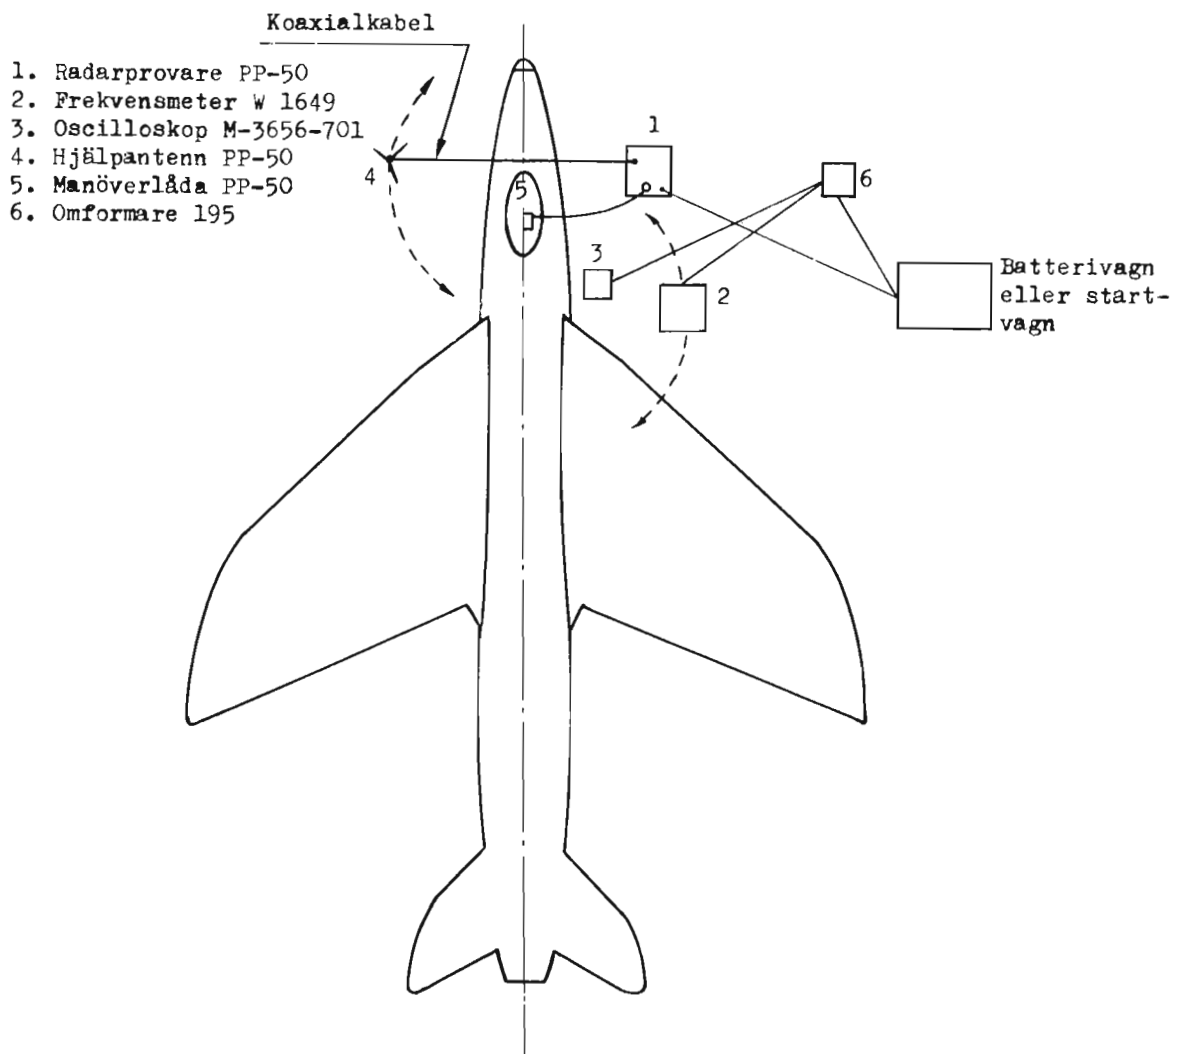

Bild 72. Provutrustningarnas placering
Skruva loss manöverlådan ur förarkabinen, och anslut denna med särskild skarvkabel (1,75 m) till kopplingslådans skarvdon märkt vit i apparatrummet. Starta PN-50 och låt den värmas upp minst 10 minuter innan frekvenstrimning av mottagaren utförs. Kontrollera att spänningsmatningen till flygplanet och PP-50 är högre än 22 V. Placera ut provutrustningarna PP-50 och W-1649 enligt bild 72, anslut och starta dem. Se till att personal inte befinner sig mellan provutrustningarna och flygplan.
Åstadkom genom lämplig anordning så att knappen HJÄLPANT på PP-50 manöverlåda är intryckt kontinuerligt under det fintrimning av mottagaren sker. Flytta hjälpanterrnen enligt den streckade pilen (4) på bild 72 tills pulsen nätt och jämnt syns på oscilloskopet. Pulsen är nu genom dämpsatsen mellan hjälpanterrnen och sändaren i PP-50 dämpad under AVC-nivå, varför trimning på maximal amplitud kan ske.